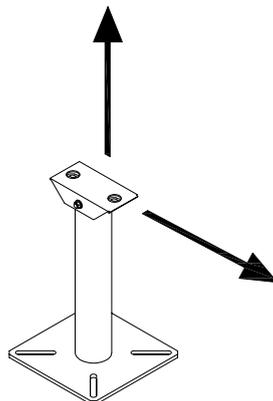

Figura 9.1
- Di effettuare, dopo l'installazione, una verifica a trazione (i dispositivi **ECONOMY LINE** possono essere tirati in tutte le direzioni) (vedi **Figura 9.1**).